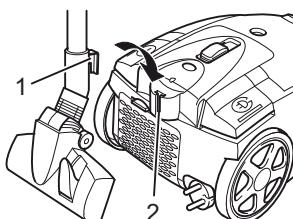

Abb. 16
- Zum **Abstellen** oder bei Arbeitspausen können Sie den Parkhaken (Abb. 16/1) in die Parkhalterung (Abb. 16/2) einhängen.